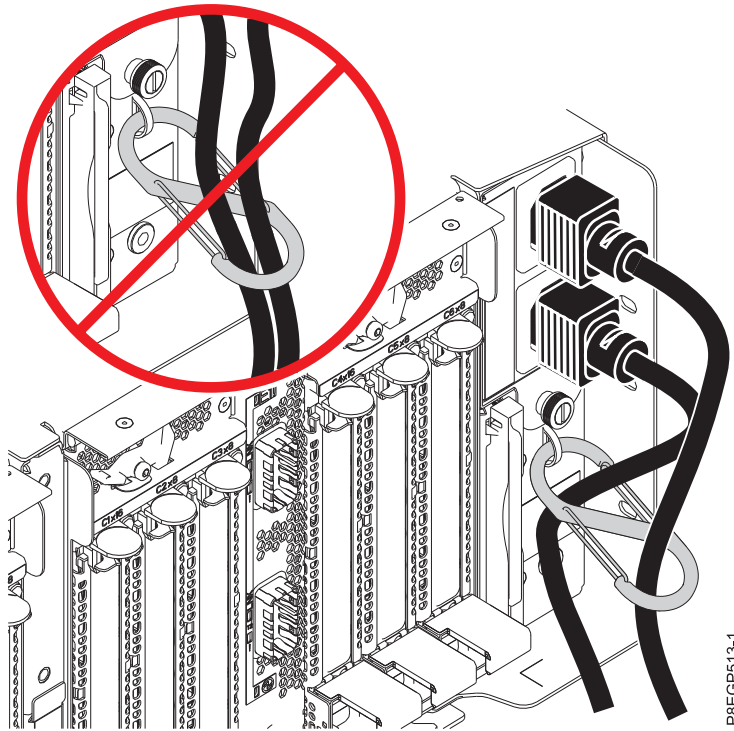

Abbildung 20. Netzkabel durch die S-Karabiner verlegen und an die Stromversorgung anschließen
- b. Verlegen Sie die Netzkabel so durch den S-Karabiner, dass die Kabel das bzw. die PCIe-3-Fanoutmodule mit 6 Steckplätzen nicht behindern. Siehe Abb. 20 auf Seite 27.
- c. Schließen Sie die anderen Enden der Netzkabel an die Stromversorgung am zu installierenden Einschub für EMX0-PCIe3-Erweiterungen an. Siehe Abb. 20.